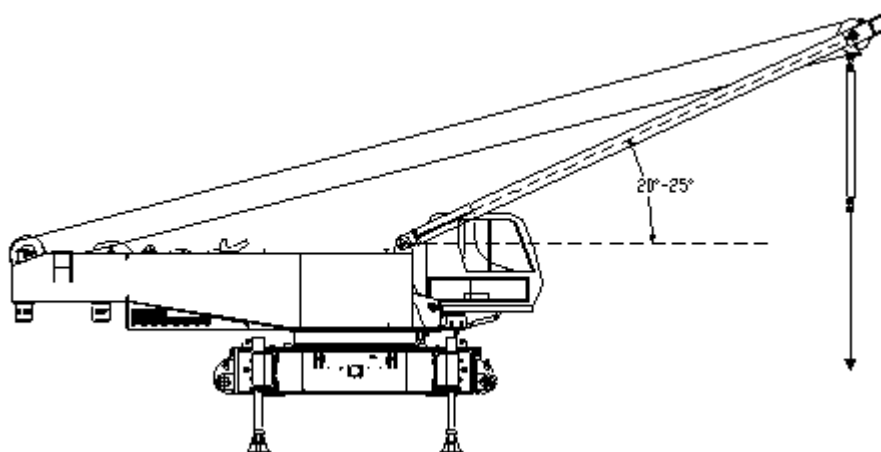

Рисунок 3-20 Подготовка базовой части к само-монтажу крана
2. Продолжайте отпускать канат стреловой лебедки, чтобы угол между порталом и площадкой составлял около $20^{\circ} \sim 25^{\circ}$ (в желтой зоне), выдвиньте шток вспомогательного монтажного гидроцилиндра и повесьте специальный строп для самомонтажа (рисунок 3-20).